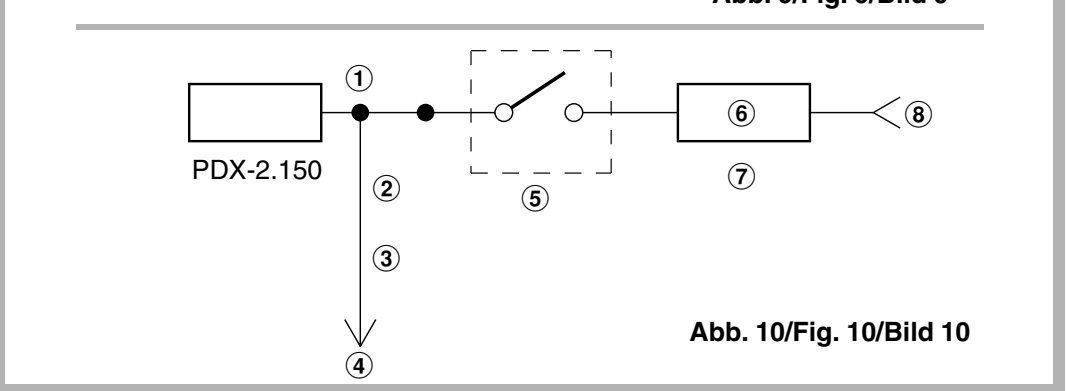

Abb. 10/Fig. 10/Bild 10
Anschluss-Prüfliste (Abb. 10)
- Bitte überprüfen Sie Ihr Hauptgerät auf die nachfolgend aufgeführten Bedingungen: (Abb. 10)